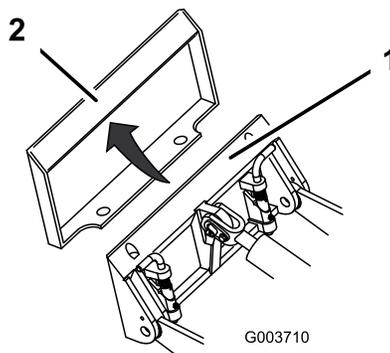

図 24
4. 取り付けプレートをアタッチメント受けプレートの上側にセットする **図 24**。